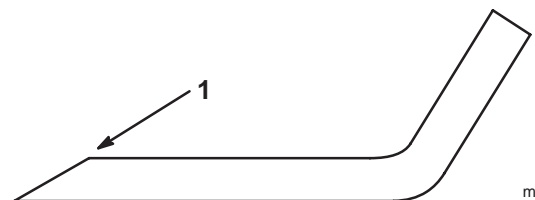

Figure 26
1. Au moyen d'une lime, aiguisiez les tranchants aux deux extrémités de la lame (Fig. 26) en veillant à conserver l'angle d'origine. Limez la même quantité de métal sur chacun des deux tranchants pour ne pas déséquilibrer la lame.